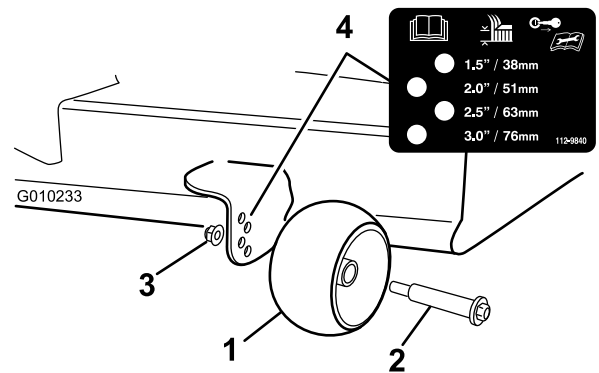

Figura 32
3. Ajuste los rodillos protectores del césped (**Figura 32**) a la posición de altura de corte más próxima.